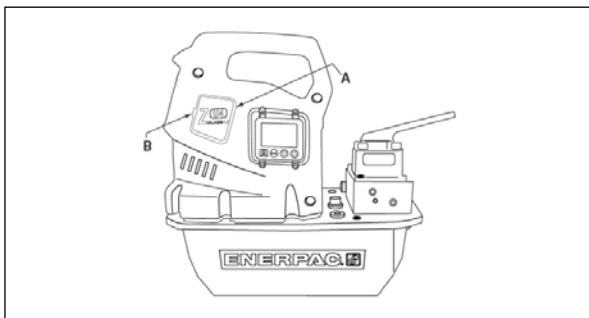

Abb. 11, Entfernen der Bürstenkappe
2. Entfernen Sie beide Bürstenkappen (A), indem Sie die Bürstenkappenverriegelung biegen (B) und vorsichtig nach außen bewegen (siehe Abb. 11).